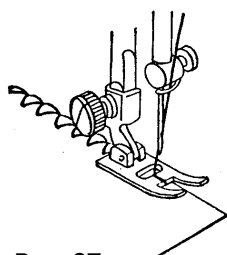

Рис. 27
5.9. Обметка края материала зигзагообразной строчкой (рис.27).